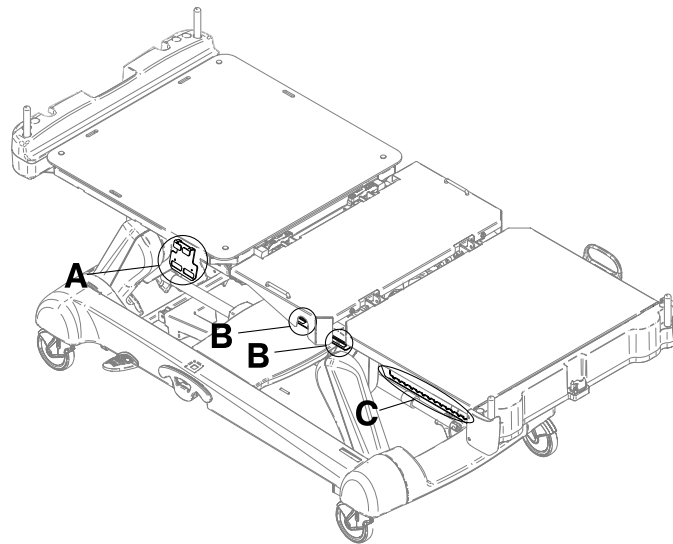

Figure 2-10 : Crochets pour poche urinaire
Deux crochets pour poche urinaire isolés se situent sous la section du siège (B) des deux côtés du produit (Figure 2-10 à la page 2-30). Si le patient est pesé avec le système de pesée, le poids des poches urinaires isolées n'est pas inclus dans le poids du patient.
Quatre crochets pour poche urinaire se situent sous la section relève-buste (A) et la section pieds (C) des deux côtés du produit (Figure 2-10 à la page 2-30). Si le patient est pesé avec le système de pesée, le poids des poches urinaires est inclus dans le poids du patient.